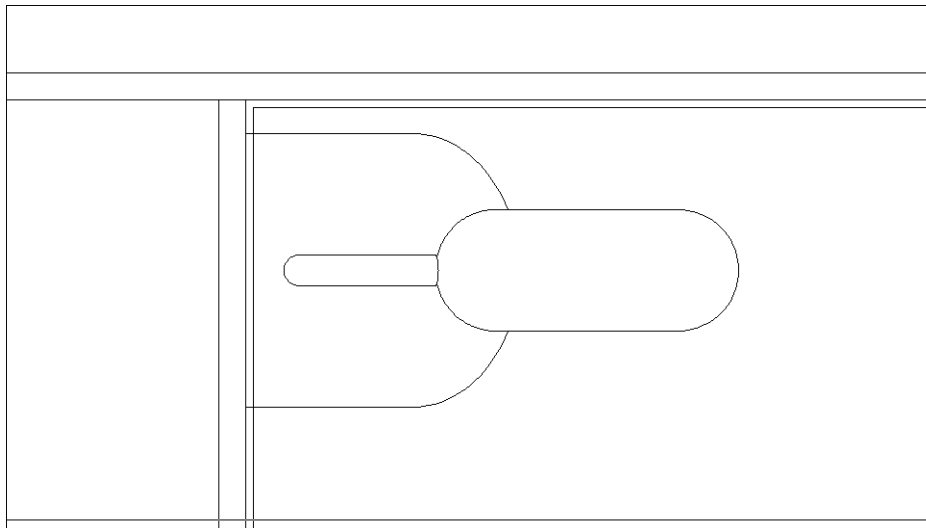

Рис. 5.58. Чертеж лампы завершен
20. Для завершения формирования чертежа лампы обрежьте левую половину эллипса по линии его большой оси, а затем удалите эту линию. Кроме того, используя в качестве секущих горизонтальные линии плафона, обрежьте оставшуюся часть эллипса, как показано на рис. 5.58.
Внимательно присмотревшись к рис. 5.58, вы заметите, что в месте соединения контуров плафондержателя и плафона линия не прямая, а слегка изогнутая. Так оно и есть — автор в этом месте также создала половину эллипса с малой полуосью 2 мм (большая ось соответствует диаметру трубки плафондержателя), а затем обрезала левую половину эллипса, удалила вертикальную линию большой оси эллипса и обрезала дугу радиусом 40 мм, используя полученную половину эллипса в качестве секущей.